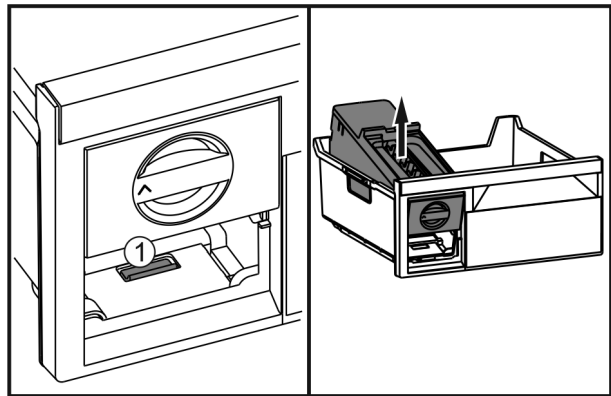

Fig. 51
- ▶ Lasche Fig. 51 (1) drücken, EasyTwist-Ice von hinten anheben und aus dem Gefrierschubfach herausnehmen.